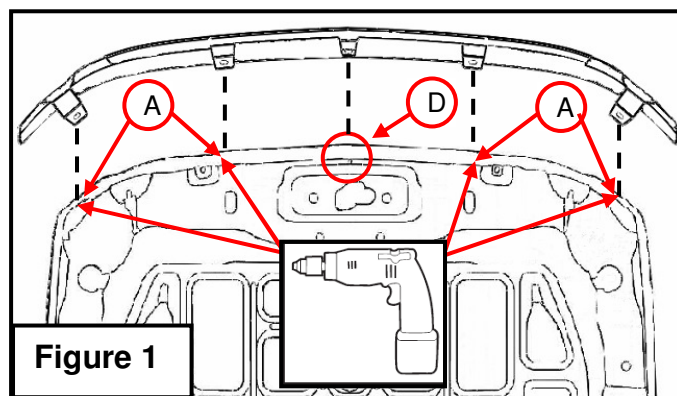

Figure 1
2. Faites un essai d'ajustement du protecteur de capot en alignant les trous de montage avec les trous correspondant dans le capot (**Figure 1**)(NOTE : certains véhicules on une languette dans le centre des fentes de montage qui doit être enlevé pour assurer un alignement correct.)
4. Enlevez le protecteur de capot Putco et percez les trous en utilisant une mèche de 5/32 (**Figure 1**) Utilisez les marques faites dans l'étape 3 comme référence pour percer.
5. Réinstallez le protecteur sur le capot original en alignant les écrous-douille avec les fentes du capot. (**Figure 1**) Fixez le protecteur de capot au véhicule en installant le point de fixation central en premier et en continuant vers les extrémités. Serrez les écrous justes assez pour retenir le protecteur en place